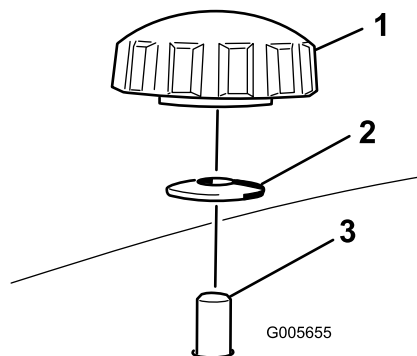
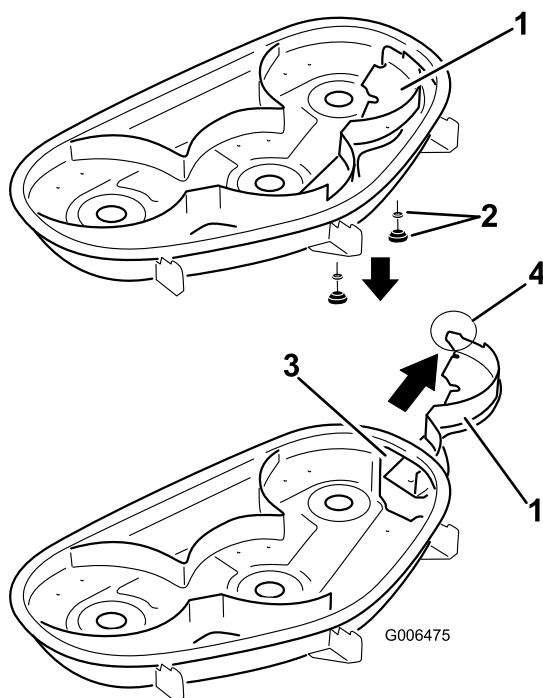

Figura 20
Figura 21
4. Retire los 2 pomos y las arandelas curvas que sujetan el deflector derecho al cortacésped, según se muestra en Figura 20.
5. Retire el deflector derecho y baje el deflector de hierba sobre el orificio de descarga, según se muestra en Figura 21 y Figura 20.
4. Pase el deflector derecho por el orificio de descarga y fíjelo con 2 pomos y arandelas curvas (cara ahuecada hacia el cortacésped) según se muestra en Figura 20 y Figura 21.